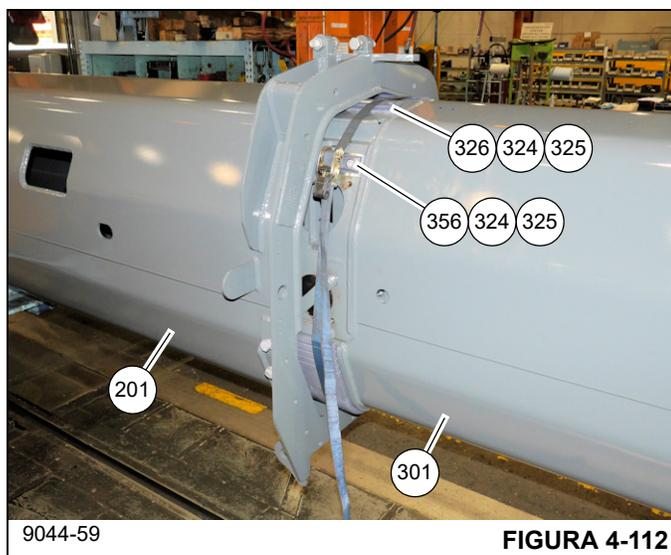

FIGURA 4-112
- 71. Insira o telescópio 2 (301) até que as placas de desgaste na parte externa inferior do telescópio 1 (201) estejam dentro do telescópio 2 (301). Remova a cinta de catraca e insira mais o telescópio 2 (301) para dentro do telescópio 1 (201) (consulte a Figura 4-112).
- Adicione ou remova calços (324, 325) embaixo das quatro placas de desgaste (326, 356) até que as placas de desgaste estejam dentro de 2 mm da parte lateral ou superior do telescópio 1 (201).